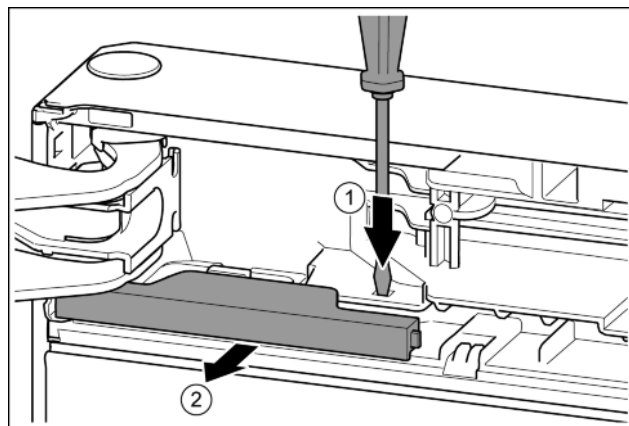

Fig. 10
- ▶ Nakładkę wcisnąć przy pomocy śrubokręta. Fig. 10 (1)
- ▶ Wyciągnąć osłonę z blokady. Fig. 10 (2)